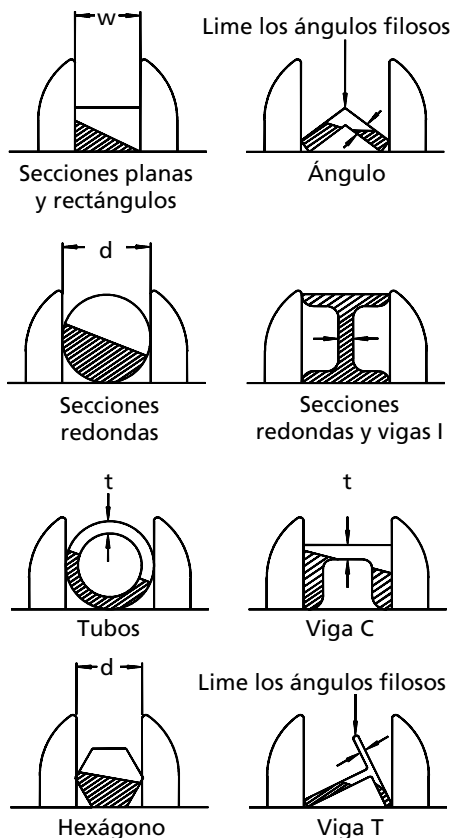

Figura 8 – Configuraciones de Prensado y Cálculos del Grosor Promedio
Consulte la Figura 8.
1. La pieza deberá descansar totalmente plana sobre la base de trabajo sin ningún apoyo lateral. En la Figura 8 se muestran algunas configuraciones sugeridas.
6. Las secciones planas y los rectángulos tienen grosores promedio de  $w$  (Vea la Figura 8).